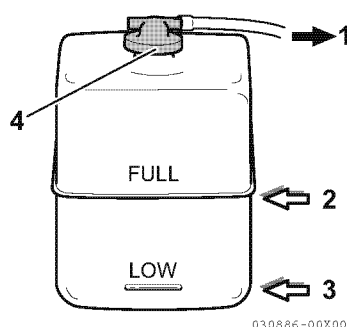

Figura 12
5. Verifique o nível de líquido de refrigeração no reservatório. O nível deve estar na marca FULL (Cheio) (**Figura 12, (2)**). Adicione líquido de arrefecimento, se necessário.
6. Remova o tampão do reservatório (**Figura 12, (4)**) para adicionar líquido de refrigeração, se necessário. Não adicione água.
8. Verifique as ligações do tubo de borracha (**Figura 12, (1)**) que ligam o reservatório ao depósito de líquido de refrigeração / permutador de calor. Substitua, se estiver danificado.